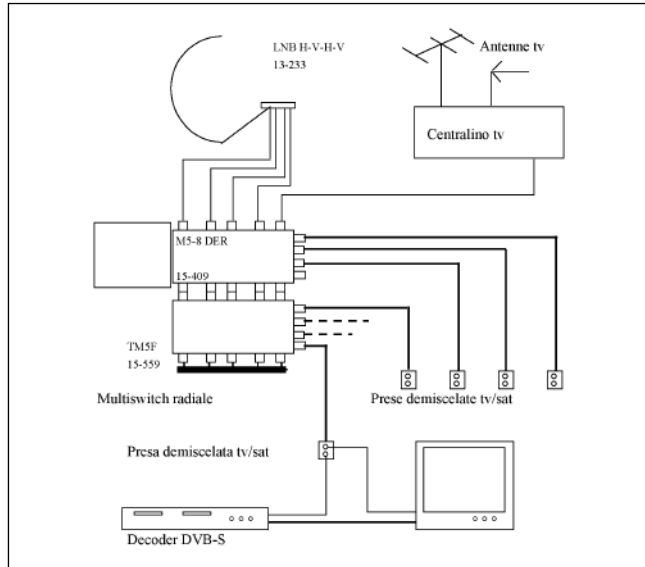

Figura 1.8
- impianto a multiswitch radiale; nella figura 1.8 viene illustrato un tipo di impianto tv/sat con multiswitch radiale: i cavi da tutte le prese tv sat demiscelate devono convergere in un unico punto dove è posizionato il multiswitch, il quale è in grado di dividere il segnale in parti uguali rispetto a tutte le sue uscite e miscelarlo con quello tv proveniente dal centralino;